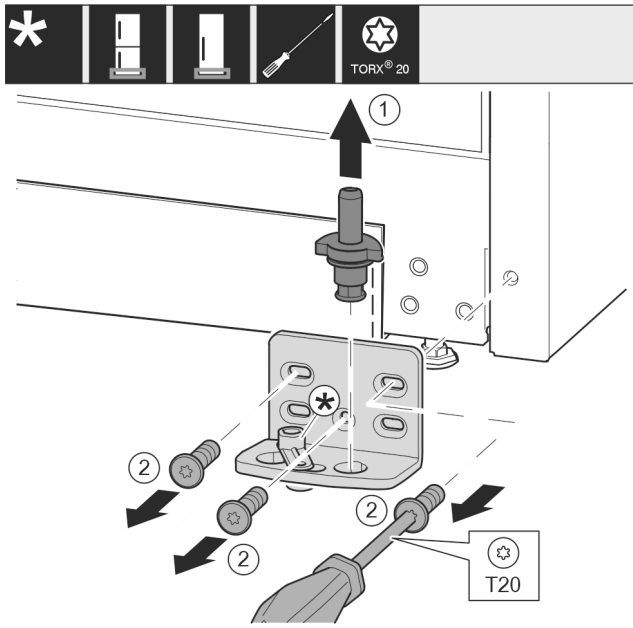

Fig. 44 \*
- ▶ Lagerbout Fig. 44 (1) volledig naar boven toe wegtrekken.\*
- ▶ Schroeven Fig. 44 (2) met schroevendraaier er uit draaien en het lagerbok wegnemen.\*